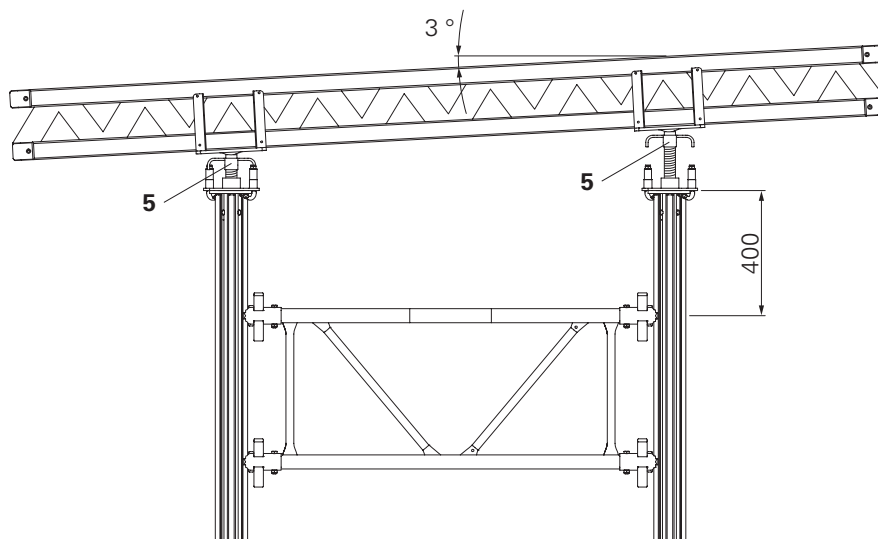

Fig. A2.17
La testa a croce regolabile MP MKK (5) con attacco a sgancio rapido è orientabile di 3° in tutte le direzioni. Serve a sostenere una o due travi GT 24 o VT 20 senza rischio di ribaltamento, in caso di cassaforma per solai non orizzontale. (Fig. A2.17)